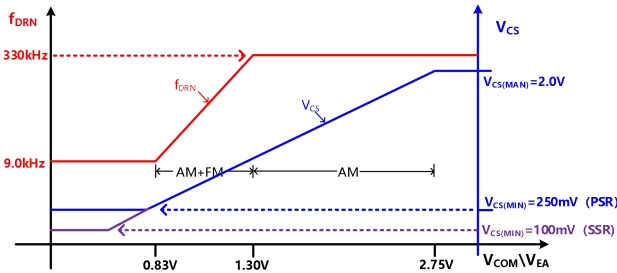

图 7.3.3 开关频率和峰值电流调制随  $V_{COM}$  和  $V_{EA}$  的变化曲线
**电流调制器：**脉宽调制电压 VCOM 或者 VEA 在 VCS 引脚的外接电阻上产生脉宽调制电流，如图 7.3.3 中所示，VCOM 和 VEA 与 VCS 的关系曲线，VCS 跟随 VCOM/VEA 的变化，在电流调制器外接电阻上产生调制电流，以此来控制功率管 NM0 的峰值电流，调节变换器的输出电压。在 VCOM/VEA > 2.75V 时，VCS 达到最大值 VCS(MAX)，从而限制了 NM0 的最大峰值电流。然而，对于 SSR 和 PSR，VCS(MIN) 是不一样的，SSR 的 VCS(MIN)=100mV，PSR 的 VCS(MIN)=250mV。更大的 VCS(MIN) 确保 FB 具有更宽的消磁时间以便有效地采样输出电压，但是也意味着变换器传递的最小能
$f_{MIN}=9kHz$ 。工作频率随  $V_{COM}$  和  $V_{EA}$  变化曲线如图 7.3.3 红色实线所示。